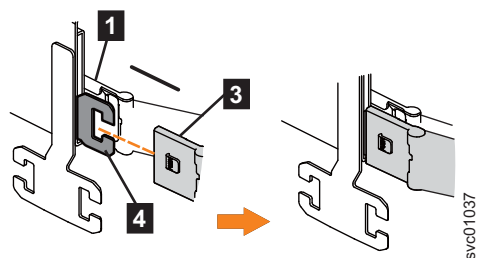

Figura 75. Instalar el conector interno del CMA superior en el miembro interno del riel de soporte
3. Instale el conector interno del conjunto de CMA superior (**3**) en el miembro interno del riel de soporte izquierdo (**4**), como se muestra en la Figura 75 en la página 87.